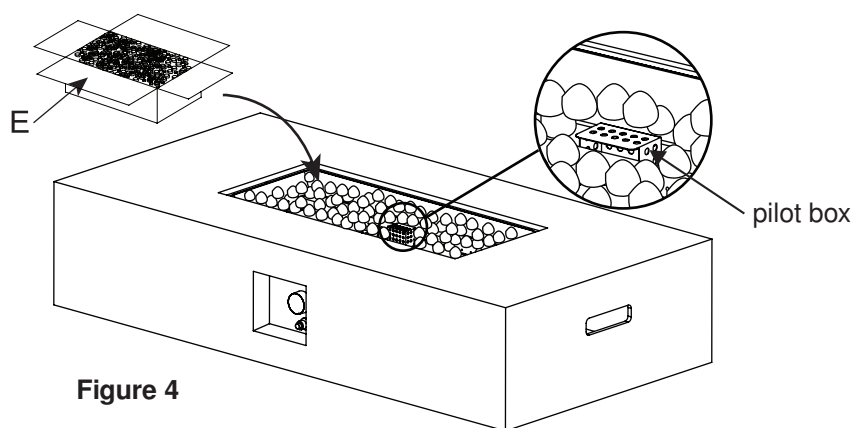

Figure 4
5. Öntse a lávaköveket (E) a tűzrakó táliba (B) (lásd Figure 4).